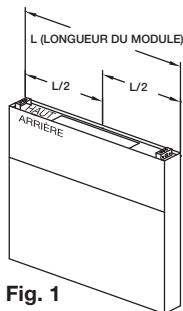

Fig. 1
2. Si le plénum d'apport arrière doit avoir une ouverture, découper l'ouverture de manière à la centrer à la moitié de la longueur (L/2) de l'extrémité du plénum. (Fig. 1)